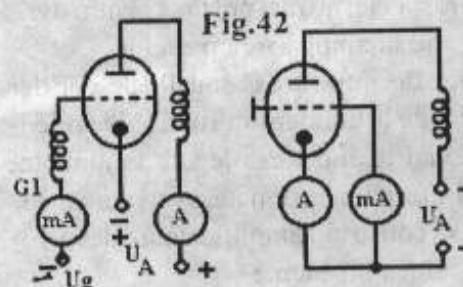

Fig.42
**4.10.3 Curentul de grila 1** trebuie măsurat permanent. În cazul montajelor cu catodul la masă aparatul de măsură trebuie montat direct în circuitul grilă. Pentru montaje cu grila la masă, el trebuie să fie montat în circuitul de masă (Fig. 42). Cunoscând valoarea curentului de grilă, se poate ști dacă tubul este corect excitat. Acest curent variază de la 0 mA (pentru tuburi lucrând în clasă AB1) și 200 mA pentru tuburi (grounded grid) lucrând în clasă B.